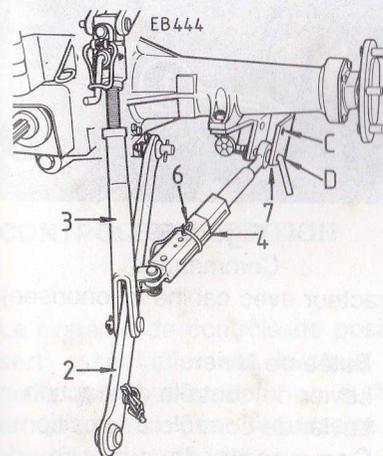

Figure 57
En cours de fonctionnement le système de contrôle de traction maintient l'outil à la profondeur pré-déterminée. Il est toujours possible de procéder à une correction manuelle au cours du travail. Lorsque la profondeur est correcte, placez le levier témoin (L) Fig. 57 de façon à assurer une profondeur de travail uniforme.